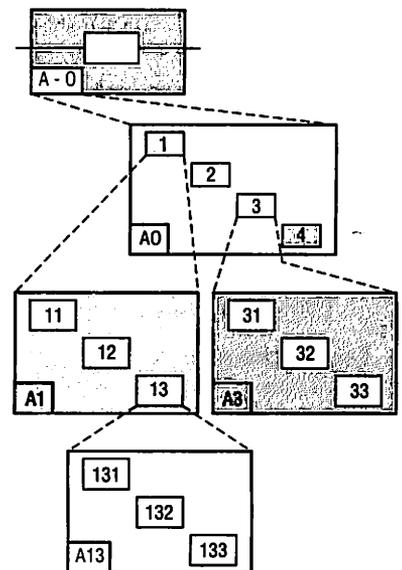

Fig. 5 : Différents niveaux de décomposition avec repérage.
2.3. Niveaux d'analyse (fig. 5)